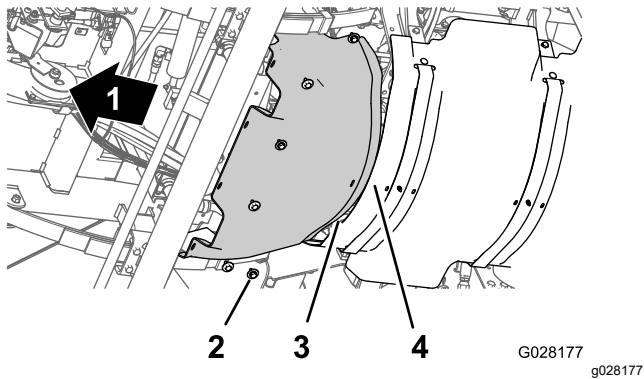

Bild 63
- Fluchten Sie den hinteren Flansch des vorderen Wärmeschutzblechs über dem vorderen Flansch des hinteren Wärmeschutzblechs aus (Bild 63).
- Fluchten Sie die Löcher im vorderen Wärmeschutzblech mit den Gewindelöchern im Chassis aus (Bild 63).
- Befestigen Sie das vordere Wärmeschutzblech mit den sechs Sechskantschrauben und sechs Scheiben (Bild 63), die Sie in Schritt 3 von Entfernen des vorderen Wärmeschutzblechs (Seite 54) entfernt haben, an der Maschine.